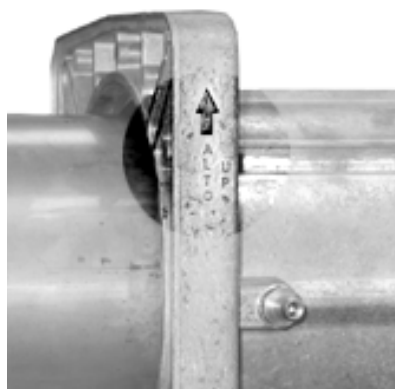

Fig. 15
- 6 Volver a montar el botón en el quemador teniendo cuidado con la referencia indicada en Fig. 15.